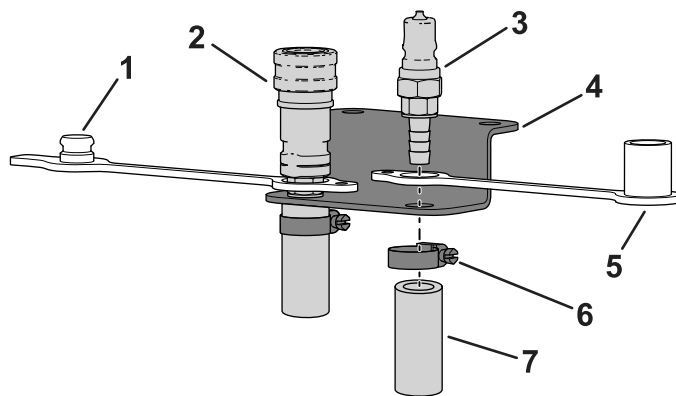

Figure 15
3. Placez le bouchon anti-poussière sur l'extrémité cannelé du raccord femelle et insérez-le dans le trou gauche du support de flexible (Figure 15).
4. Placez le capuchon anti-poussière sur l'extrémité cannelé du raccord mâle et insérez-le dans le trou droit du support de flexible (Figure 15).
5. Glissez un collier sur chaque flexible (Figure 15).
6. Branchez le flexible d'alimentation sur l'extrémité cannelé du raccord femelle et fixez-le avec le collier sur le support de flexible (Figure 15).
7. Branchez le flexible de retour sur l'extrémité cannelé du raccord mâle et fixez-le avec le collier sur le support de flexible (Figure 15).